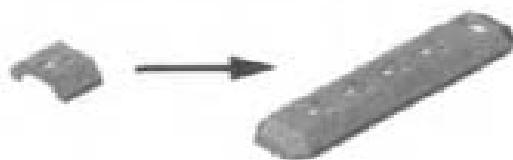

图 1-7 对称造型技术
- 对称造型：可以简化轴对称零件的建模，如图 1-7 所示。